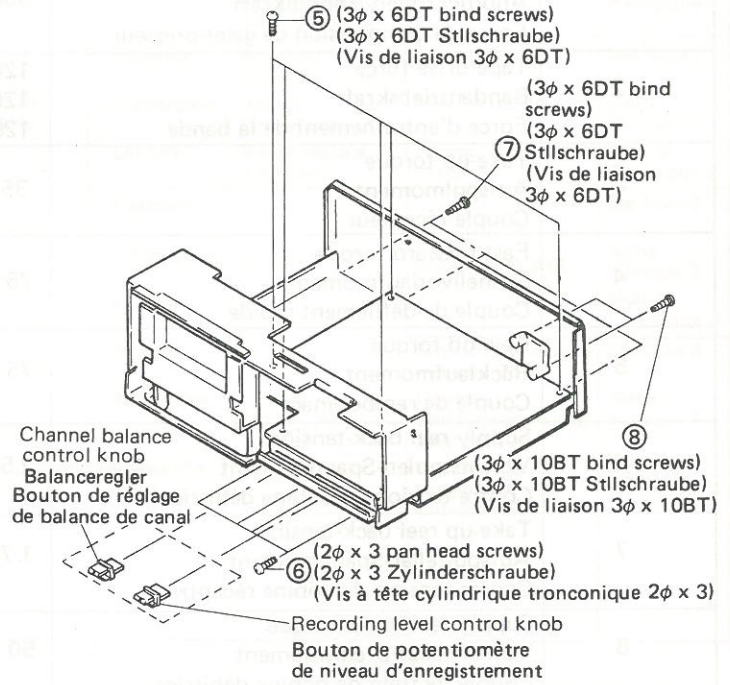

Fig. 5 Abb. 5
Remove 5 screws ⑤, 3 screws ⑥, 3 screws ⑦, 2 screws ⑧, and knobs (channel balance control, recording level control) after removing the front panel and bottom plate. Lift the board and pull it backward to remove it (Fig. 5).
Die 5 Schrauben ⑤, die 3 Schrauben ⑥, die 3 Schrauben ⑦, die 2 Schrauben ⑧ und die Knöpfe (Balance-regler, Aussteuerungsregler) entfernen, nachdem die Frontplatte und die Bodenplatte abgenommen wurden. Die Leiterplatte anheben und nach hinten abziehen (Abb. 5).
Retirer les 5 vis ⑤, les 3 vis ⑥, les 3 vis ⑦, les 2 vis ⑧ et les boutons (réglage de balance de canal, potentiomètre de niveau d'enregistrement) après avoir retiré la plaque de façade et la plaque inférieure. Soulever la plaquette et la retirer vers l'arrière pour la dégager (Fig. 5).